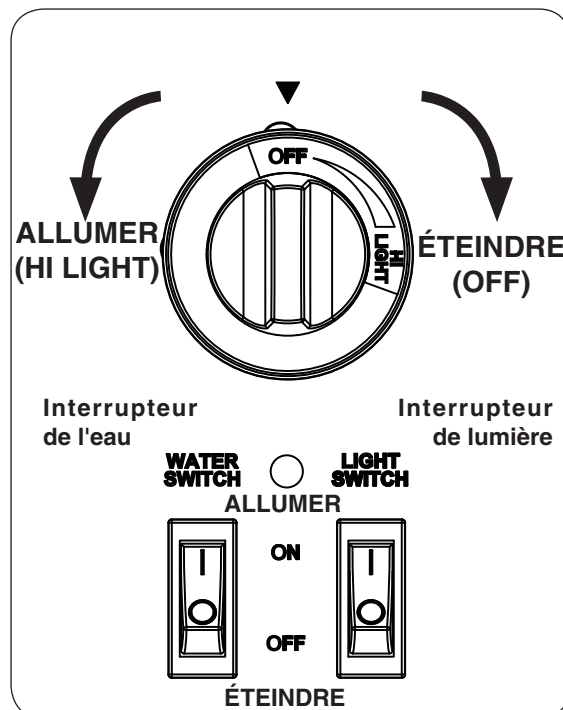

Fig. 30-2 Détail de la boîte de contrôle
4. **Une fois que le match est en feu et en position**, appuyer sur le bouton de contrôle du gaz et tournez dans le sens antihoraire à la position de **HI LIGHT (allumer)** (voir Fig. 30-2). Votre brûleur devrait s'allumer.
**AVERTISSEMENT:** Si le brûleur ne se allume pas sein (5) secondes de tourner le sur le bouton de commande, tournez immédiatement le bouton de réglage dans le sens horaire à la position **OFF (éteindre)**.
**Pour éteindre le brûleur à gaz**, appuyer sur le bouton de contrôle du gaz et tourner dans le sens horaire à la position **OFF (éteindre)** (voir Fig. 30-2). Assurez-vous que le bouton de commande est tourné complètement hors tension pour éviter toute fuite de gaz.
2. Basculez l'interrupteur de l'eau (côté droit de Firefall) à la position **ON (I)** (voir Fig. 30-2).
1. Basculez l'interrupteur de lumière (côté droit de Firefall) à la position **ON (I)** (voir Fig. 30-2).